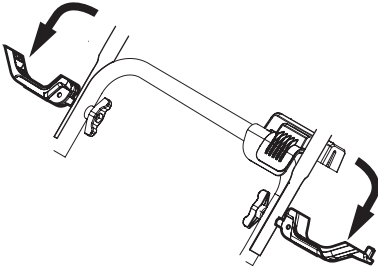

Figura 16
2. Dé vuelta las dos palancas del asa hacia abajo hasta la posición Unlocked (destrabada) (Figura 16).